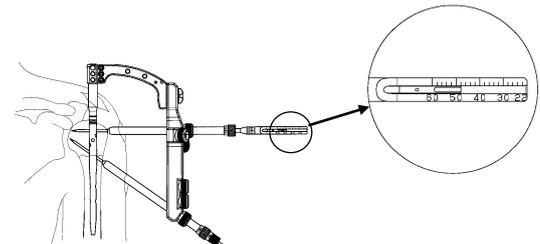

図 14
- 15) GP デプスゲージにより、ガイドピンの刺入深さを計測します。(図 14)